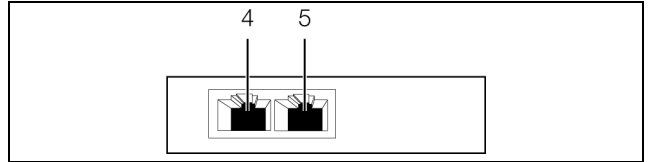

Abb. 8: Rückseite des Differenzdrucksensors
- Verbinden Sie den Differenzdrucksensor über ein CAN-Bus-Verbindungskabel mit einer CAN-Bus-Schnittstelle der CMC III Processing Unit bzw. der benachbarten Komponente im CAN-Bus (Abb. 8, Pos. 4).
- Schließen Sie ggf. an der zweiten, freien CAN-Bus-Schnittstelle des Differenzdrucksensors (Abb. 8, Pos. 5) eine weitere Komponente an (z. B. einen anderen Sensortyp).